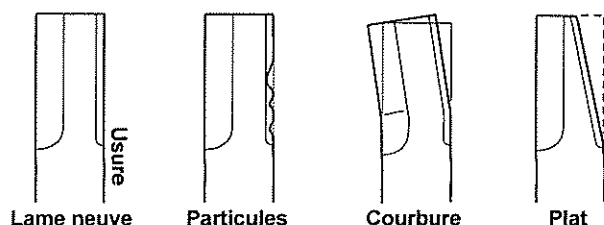

Fig. 33
1 Vérifiez qu'il n'y a pas de problème de particules, de courbure ou d'usure sur la lame (S). (Voir Fig. 33)